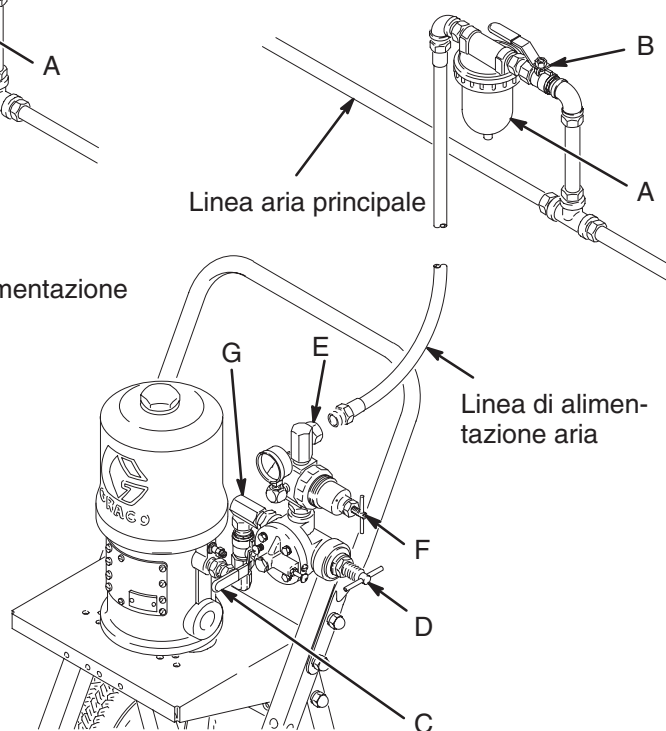
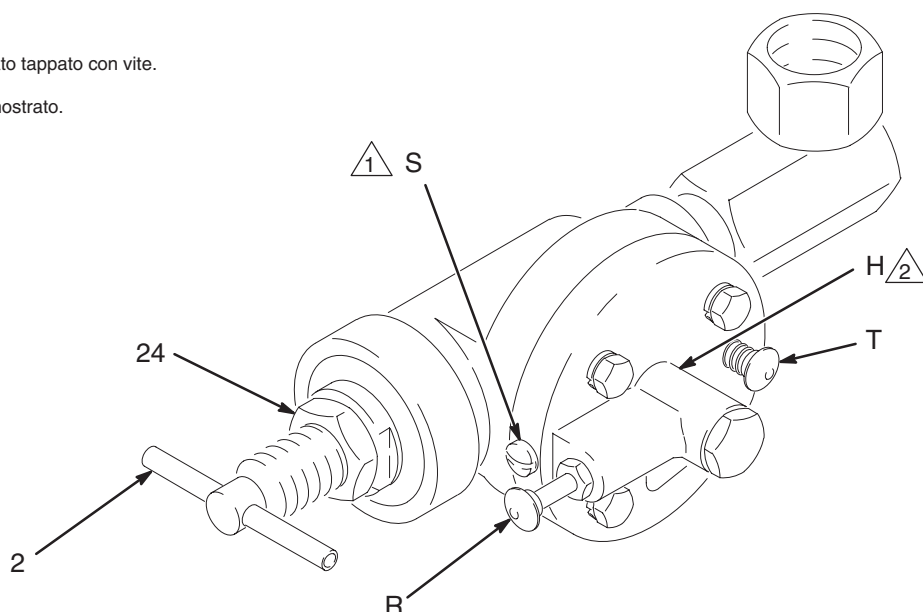

Fig. 1
Fig. 2
I numeri di riferimento e le lettere nel testo si riferiscono alle figure 1 e 2 ed all'elenco delle parti a pagina 10.
1. Allentare il dado di blocco di regolazione (24). Vedere Fig. 2.
2. Verificare che la maniglia a T (2) sia del tutto ruotata **in senso antiorario**.
4. **Lentamente** aprire la valvola di intercettazione dell'aria di alimentazione (B), il regolatore dell'aria (F) e la valvola aria principale del tipo a spurgo (C). Vedere Fig. 1.